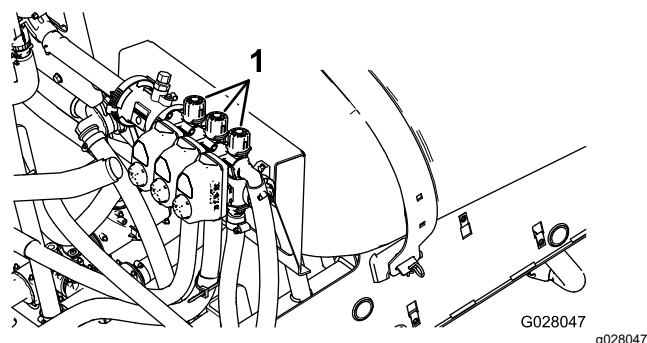

Figura 21
- Reglați butonul de bypass pentru seciunea dreapta (Figura 21) până când valoarea presiunii ajunge la nivelul reglat anterior (în mod tipic 2,75 bar).
- Reglați butonul de bypass pentru seciunea centrală (Figura 21) până când valoarea presiunii ajunge la nivelul reglat anterior (în mod tipic 2,75 bar).
- Opriți seciunea stânga și reglați butonul de bypass pentru seciune (Figura 21) până când valoarea presiunii ajunge la nivelul reglat anterior (în mod tipic 2,75 bar).